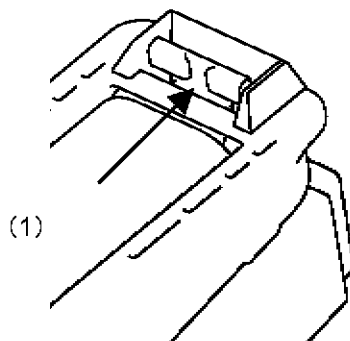

Fig.21
- (1) レバー側本係止用ロックを Fig.21 の矢印の方向に押し、レバーのロックを解除する。
- (2) レバーを嵌合開始位置まで操作(回転)する。
- (3) コネクタをオス側から引抜く。